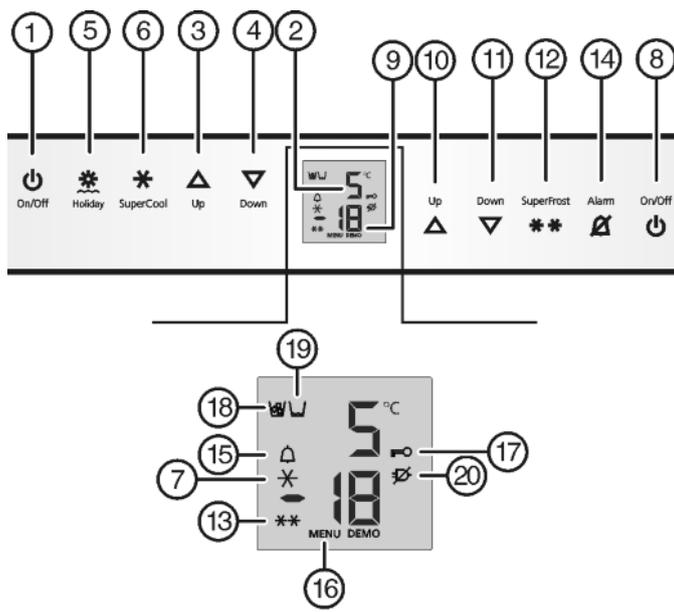

Fig. 2
- ▶ Нажмите кнопку On/Off морозильного отделения Fig. 2 (8).
- ▶ Нажмите кнопку On/Off холодильного отделения Fig. 2 (1).
- ▶ Активация режима настройки: удерживайте кнопку SuperFrost Fig. 2 (12) прибл. 5 секунд.
- ▷ Символ меню Fig. 2 (16) горит.
- ▶ Коротко нажмите кнопку SuperFrost Fig. 2 (12) для подтверждения.
- ▶ Для включения защиты от детей коротко нажмите клавишу SuperFrost Fig. 2 (12).
- ▷ Символ "Защита от детей" Fig. 2 (17) горит. На индикации мигает **с**.
- ▶ Для выключения защиты от детей коротко нажмите клавишу SuperFrost Fig. 2 (12).
- ▷ Символ защиты от детей Fig. 2 (17) гаснет. На индикации мигает **с**.
- ▶ Выход из режима настройки: нажмите кнопку On/Off морозильного отделения Fig. 2 (8).
- ▶ Нажмите кнопку Alarm Fig. 2 (14).
Одновременно мигает индикация температуры и символ тревоги Fig. 2 (15).
Звуковой сигнал выключается автоматически, символ аварийного сигнала Fig. 2 (15) выключается и индикатор температуры перестает мигать, если температура снова становится достаточно низкой.